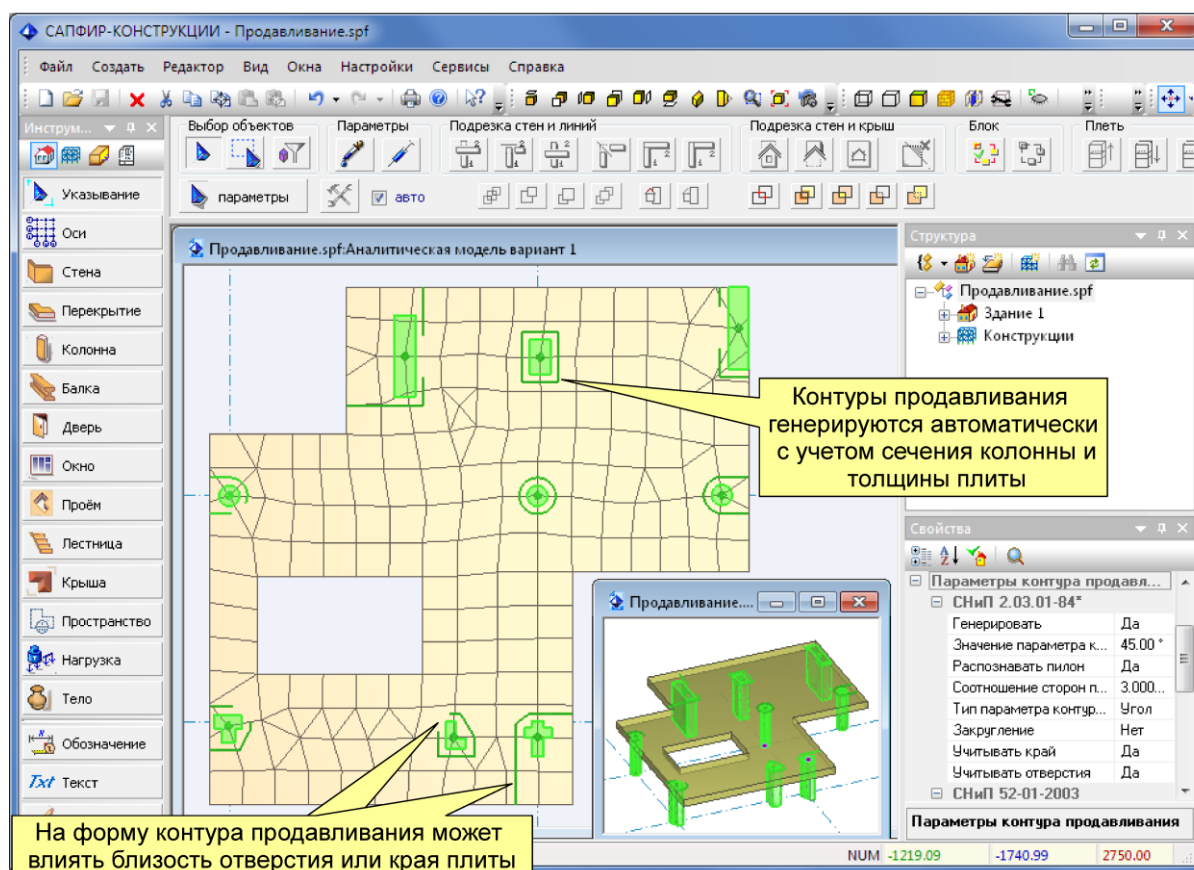

Рис. 16. Автоматическая генерация контуров продавливания в САПФИР-КОНСТРУКЦИИ
В САПФИР-КОНСТРУКЦИИ для отмеченных пользователем колонн автоматически генерируются контуры продавливания. Форма сгенерированного контура зависит от поперечного сечения сечения колонны, толщины плиты, находящихся вблизи отверстий или краев плиты, рис. 16. Автоматически распознаются пилоны и предусматриваются разрывы в контуре продавливания. Пользователь имеет возможность корректировать автоматически полученные контуры продавливания вручную. Далее контуры продавливания передаются в ЛИРА-САПР для расчета.
- Из архитектурной модели САПФИР автоматически формируется подоснова схемы армирования плиты перекрытия, состоящая из контура плиты, контуров продавливания (см. рис. 16), строительных осей, стен и других конструктивных элементов. Если такая основа была сформирована для создания схемы продольного армирования, этот шаг можно опустить.